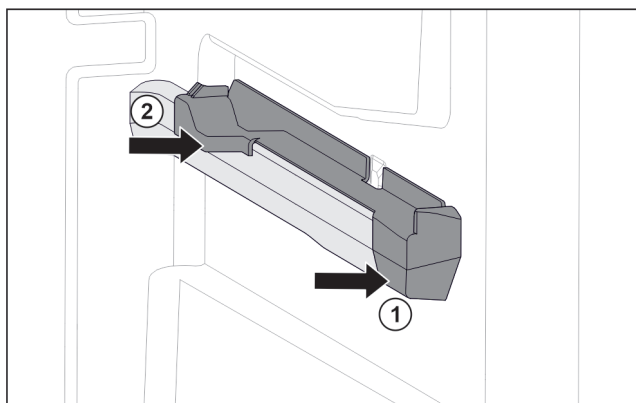

Fig. 77 Nasazovací díl na pravém žebrování na nádoby
- ▶ Nasad'te nasazovací díl na žebrování na nádoby. Fig. 77 (1)
- ▶ Přitlačte nasazovací díl k zadní části. Fig. 77 (2)